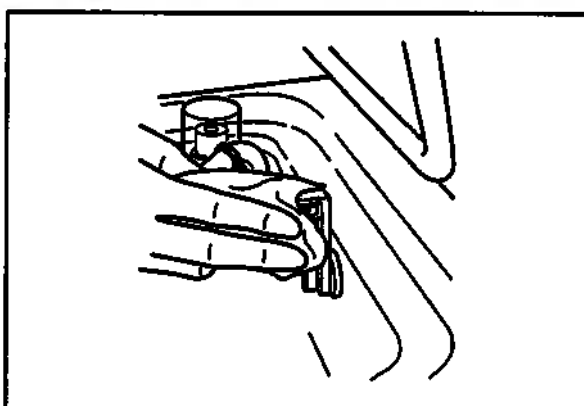

Рис. 6.31
4. Произведите очистку датчика уровня жидкости мягкой щёткой, смоченной 70% раствором этилового спирта (см. рис. 6.31).